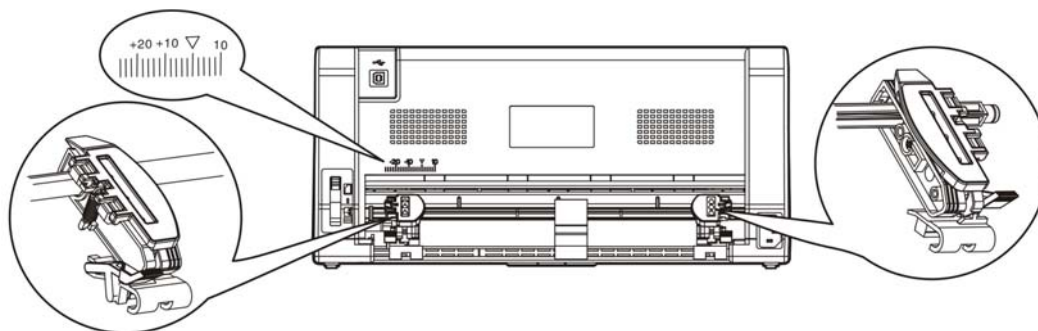

图 3-9 打开左右压盖
4. 将左拖纸器移至左边适当位置（“▽”位置表示横向起始打印位置）。按下左拖纸器的锁定杆以锁定左链轮。将右拖纸器移至适当位置（如图 3-9 所示）。